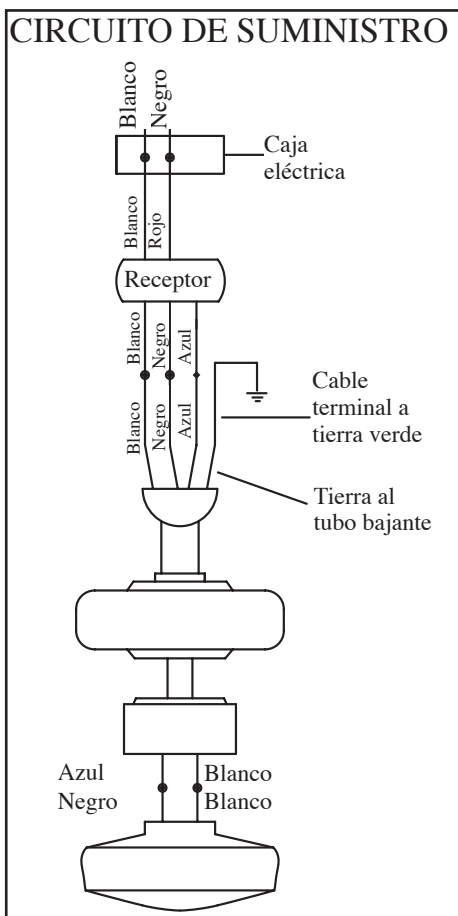

Figura 8
Sigue estos pasos para conectar tu ventilador a tu circuito doméstico. Usa las tuercas de conexión de cable provistas con el ventilador y el control remoto. Asegura los conectores con cinta aislante. Asegúrate de que no haya cables o conexiones sueltas (Figura 8).
1. Conecta el conductor a tierra del cable de 120 voltios (puede ser un cable desnudo o un cable con aislante verde) al (los) cable(s) terminal(es) a tierra verde(s) del ventilador (Figura 8).
2. Conecta el cable blanco del motor del ventilador al cable blanco del receptor, usando una tuerca de cable (Figura 8).
3. Conecta el cable negro del motor del ventilador al cable negro del receptor usando una tuerca de cable (Figura 8).
4. Conecta el cable azul del motor del ventilador al cable azul del receptor usando una tuerca de cable (Figura 8).
5. Conecta el cable rojo del receptor al cable negro de suministro de energía (positivo) usando una tuerca de cable (Figura 8).
6. Conecta el cable blanco del receptor al cable blanco de energía (neutro) usando una tuerca de cable (Figura 8).